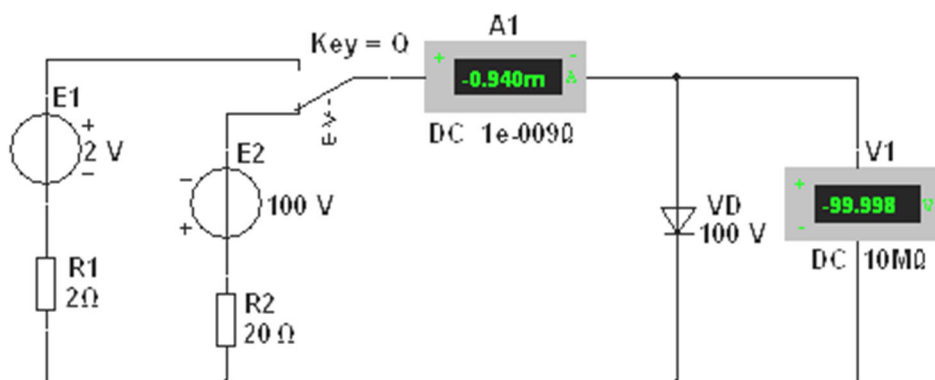
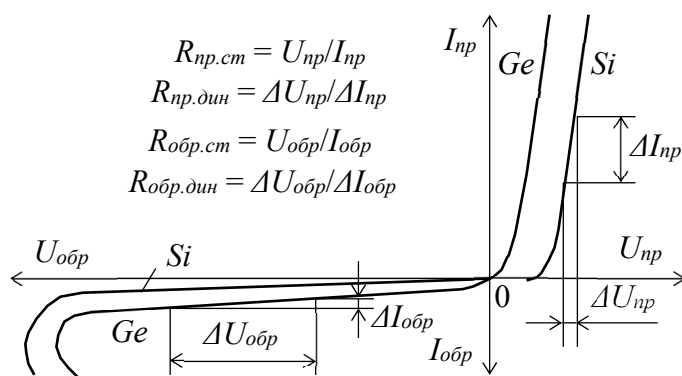
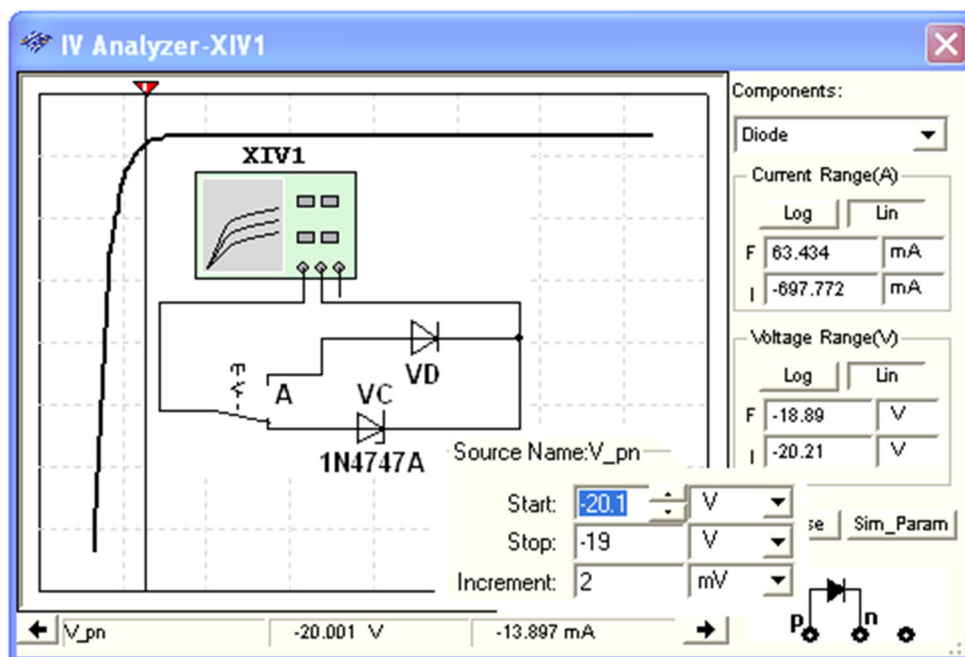
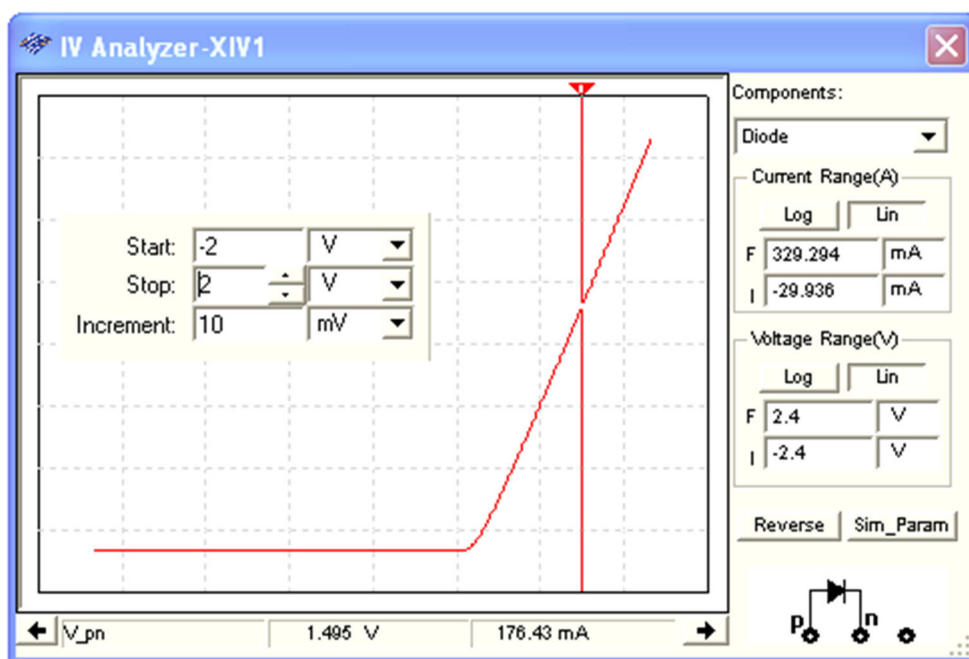

Рис. 21.1
Рис. 21.2
Рис. 21.7
Рис. 21.10
Функционирование диода в электрической схеме определяется его вольтамперной характеристикой (ВАХ). Прямую ветвь ВАХ  $I_{np}(U_{np})$  снимают с помощью схемы (рис. 21.1) при верхнем положении переключателя **Q**. Прямой ток через диод **VD** задаётся источником постоянного напряжения **E1**.
Ступенчато изменяя ЭДС  $E_1$  источника **E1**, измеряют (с помощью амперметра **A1**) прямой ток  $I_{np} \leq I_{np.max}$  и (с помощью вольтметра **V1**) прямое напряжение  $U_{np}$  диода для ряда значений ЭДС. Обратную ветвь ВАХ  $I_{обр}(U_{обр})$  снимают с помощью той же схемы (рис. 21.1), установив переключатель **Q** в нижнее положение. Ступенчато изменяя выходное напряжение источника напряжения **E2** от 0 до  $U_{обр.max}$ , измеряют обратный ток  $I_{обр}$  диода для ряда значений обратного напряжения  $U_{обр}$ . Анализ типовых ВАХ диодов (рис. 21.2) показывает, что прямое напряжение  $U_{np}$  на германиевом диоде почти в два раза меньше, чем на кремниевом, при одинаковых значениях прямого тока  $I_{np}$ , а обратный ток  $I_{обр}$  кремниевого диода значительно меньше обратного тока германиевого диода при одинаковых обратных напряжениях. К тому же, германиевый диод начинает проводить ток при ничтожно малом прямом напряжении  $U_{np}$ , а кремниевый – только при  $U_{np} = 0,4...0,5$  В. Исходя из этих свойств, германиевые диоды применяют как в схемах выпрямления
В библиотеке **Instruments** среды MS10 имеется построитель ВАХ диодов и транзисторов (**IV ANALYZER**). Подключив с помощью переключателя **A** соответствующие выводы диода **VD** или стабилитрона **VC** к входам прибора **XIV1** (рис. 21.7) и задав предельные значения входного напряжения в закладке, открываемой командой **Sim. Param** (Simulate Parameters), нужно запустить программу моделирования ВАХ, щелкнув мышью на кнопке  среды MS10.
В качестве примера на рис. 21.7 представлен рабочий участок ВАХ стабилитрона
Координаты точки пересечения ВАХ стабилитрона визирной линией выводятся в нижней строке окна прибора XIV1 (см. рис. 21.7): напряжение на стабилитроне  $U_{cm} = -20$  В и ток  $I_{cm} \approx -14$  мА.
**Задание 1.** Изучить "Теоретические сведения ..." и рассчитать по формулам (см. табл. 21.1) значения параметров компонентов схемы (рис. 21.1) для их последующей установки при моделировании схемы. Запустить программу MS10. Занести в поля табл. 21.1 бланка отчёта рассчитанные значения параметров компонентов схемы (рис. 21.1). Собрать схему (рис. 21.1) испытания виртуального диода VD на рабочем поле среды MS10 или открыть файл 21.1.ms10.
Для моделирования обратной и прямой ветвей ВАХ диода с помощью характеристикиста XIV1 (см. рис. 21.7) рекомендуется установить пределы напряжения [ $U_{обр\ max}$ , 2 В]. Окно с результатами моделирования ВАХ виртуального диода VD приведено на рис. 21.9. Перемещая визирную линию в окне, замечаем, что пробой диода происходит при  $U_{обр\ max} \approx -100$  В. При моделировании только прямой ветви ВАХ диода целесообразно задать пределы напряжения [-2 В, 2 В] (рис. 21.10). Записав значения координат точек пересечения визирной линии с прямой ветвью
ВАХ (см. нижнюю строку на рис. 21.10), **определить** статическое  $R_{np\ ст}$  и динамическое  $R_{np\ дин}$  сопротивления диода, воспользовавшись формулами (см. рис. 21.2).